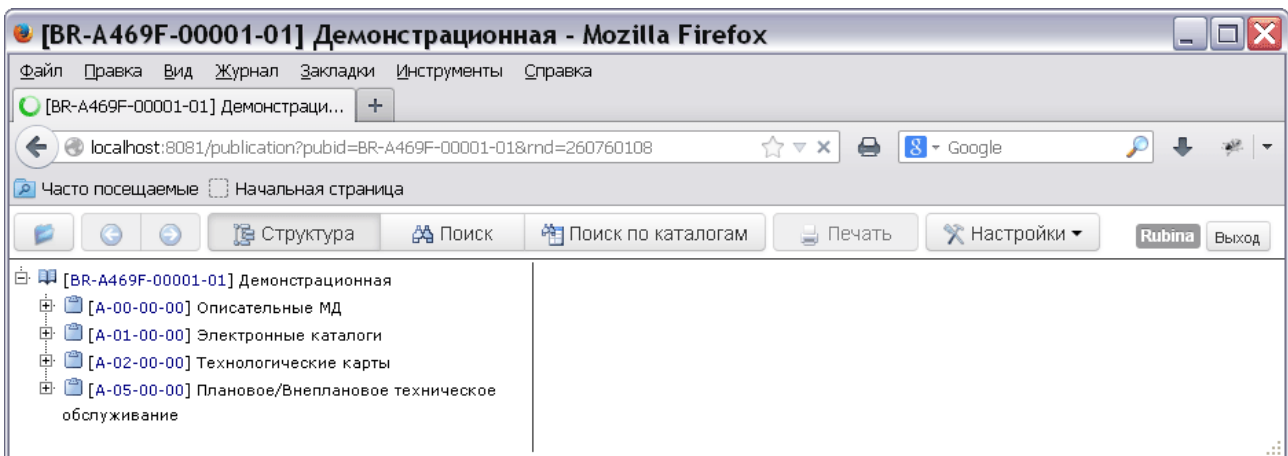

Рис. 3
- Щелкните левой кнопкой мыши по названию публикации. В левом окне появится структура публикации. Разверните публикацию, нажав на знак **+** слева от её названия (Рис. 3).
Демонстрационная публикация представляет собой набор модулей данных разных типов. Она содержит четыре папки (Рис. 3):